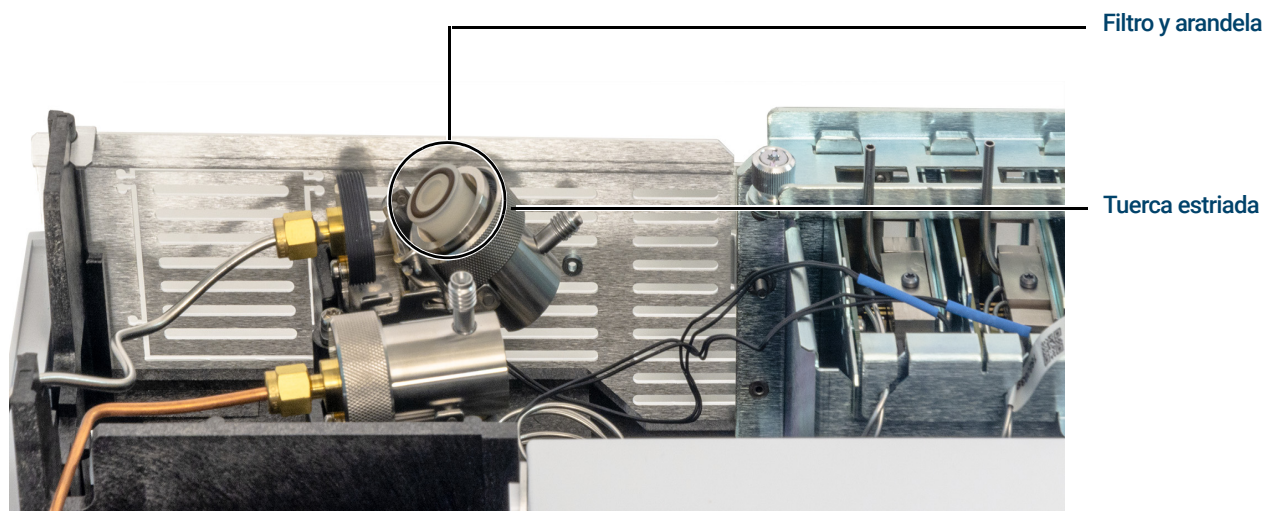

Figura 23. Deslice el conjunto de la trampa para dejar al descubierto el filtro
- 5 Deslice hacia atrás el conjunto de la trampa del soporte de montaje guiado e inclínelo hacia arriba para dejar al descubierto el filtro como se muestra en la **Figura 23**.